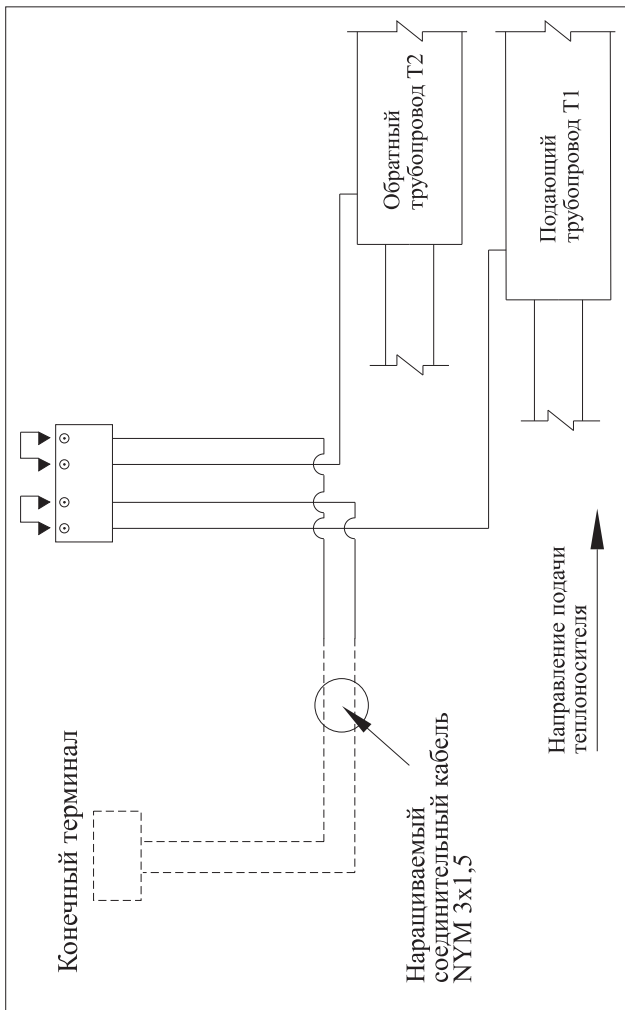

Рис. 3 «Подсоединение/наращивание кабеля к двухтрубной системе ОДК»
2.2. Подсоединение/наращивание кабеля к двухтрубной системе ОДК - **Рис. 3, 8.**